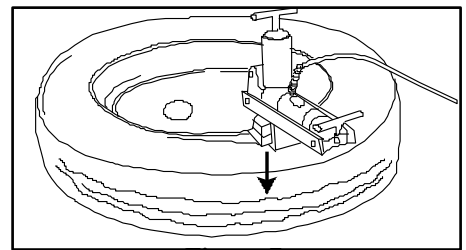

Figura 7
5. Continúe aplicando presión hidráulica hasta que el ariete del desmontador de llantas se extienda aproximadamente 13-19 mm [1/2-3/4 in.]. (Vea la Figura 7.)